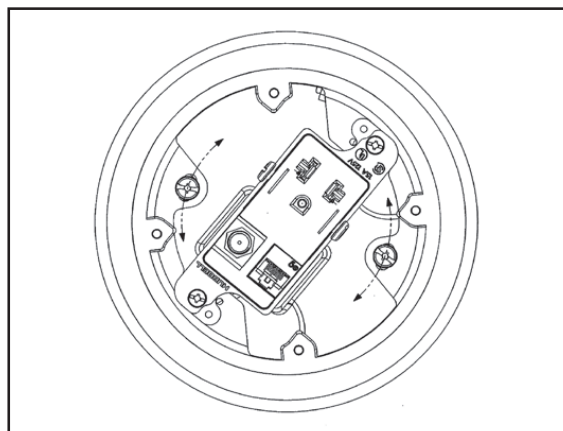

FIGURE 4
17. Carpet Flange adjustment after installation. Loosen screws to rotate position, Tighten screws. (See Fig. 4).
17. Ajustement du collet pour tapis après l'installation. Desserrer les vis pour faire pivoter. Serrer les vis. (Fig. 4).
17. Ajuste del reborde para alfombra después de la instalación. Aflojar los tornillos para hacerlo girar. Ajustar los tornillos. (Fig. 4).